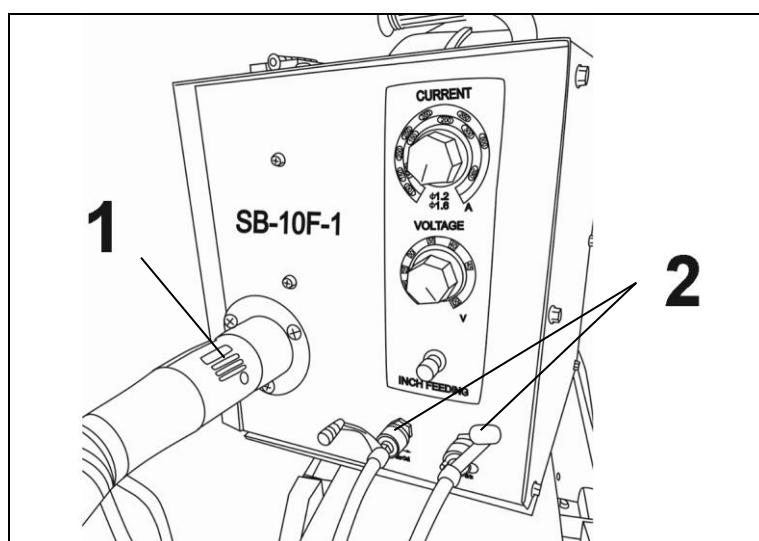

Рис.13. Подключение сварочной горелки
4. Трубы для циркуляции воды от кулера к фидеру требуется подключить, так же используя разъемы одинакового цвета. Красный к красному (на рис 13 - 1), синий к синему (на рис.13 – 2).